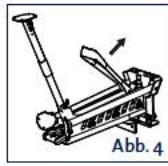

Abb. 4
2. Klappen Sie das Fußpedal (5) um, bis es einrastet. Siehe Abb. 4.